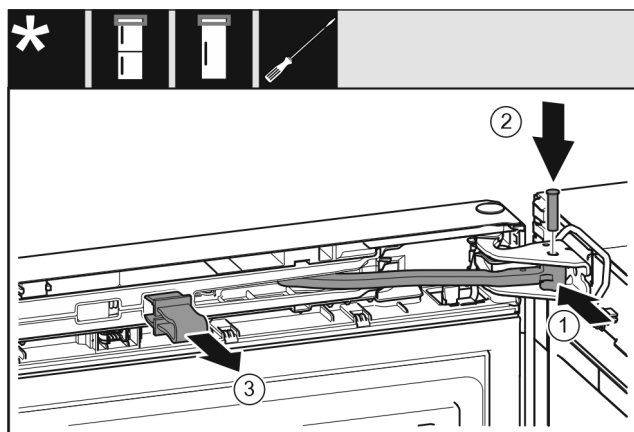

Fig. 34
- ▶ Otočte kloub Fig. 34 (1) ve stojanu ložiska.
- ▶ Vložte čep Fig. 34 (2) do stojanu ložiska a kloubu. Přitom dávejte pozor, aby byla zajišťovací vačka správně usazena v drážce.
- ▶ Pojistku Fig. 34 (3) vytáhněte.